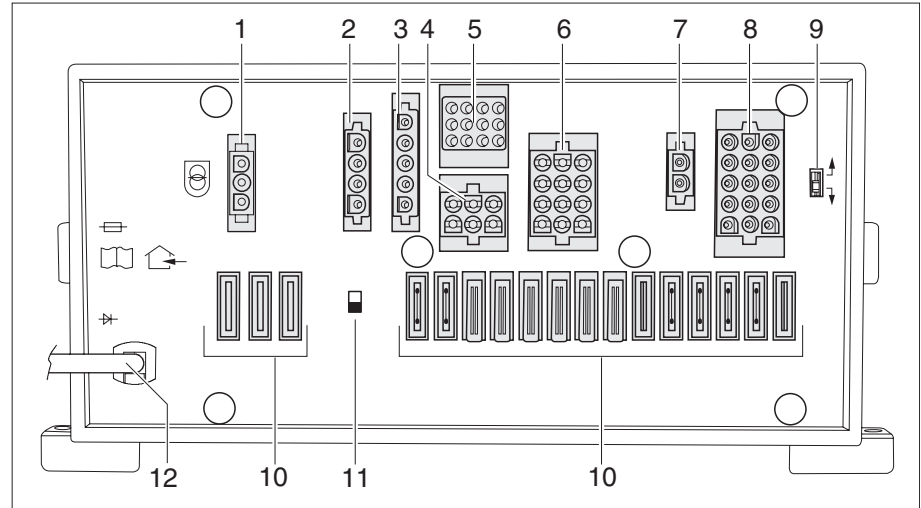

Bild 69 Elektroblock (EBL 31)
- Der Batterie-Trennschalter (Bild 69,11) trennt alle Verbraucher, die am Elektroblock angeschlossen sind, vom 12-V-Netz.
Der Batterie-Trennschalter (Bild 69,11) schaltet alle 12-V-Verbraucher des Wohnbereichs aus, auch das Sicherheits-/Ablassventil. Dadurch wird eine langsame Entladung der Wohnraumbatterie vermieden, wenn das Fahrzeug über längere Zeit nicht benutzt wird (z. B. vorübergehende Stilllegung).
- ▶ Batterie-Trennschalter (Bild 69,11) nach oben drücken: Batterie Ein.
- ▶ Batterie-Trennschalter (Bild 69,11) nach unten drücken: Batterie Aus.
Wenn der Batterie-Wahlschalter (Bild 69,9) falsch eingestellt ist, kann sich Knallgas bilden. Explosionsgefahr!
Am Batterie-Wahlschalter (Bild 69,9) kann das Lademodul im Elektroblock auf den Typ der im Fahrzeug eingebauten Wohnraumbatterie („Blei-Gel“, „Blei-Säure“ oder AGM) eingestellt werden.